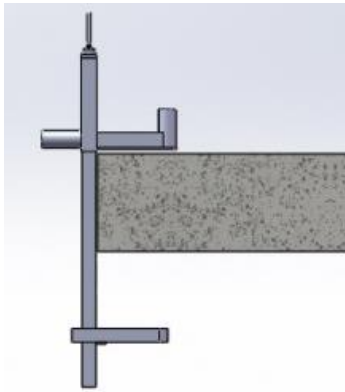
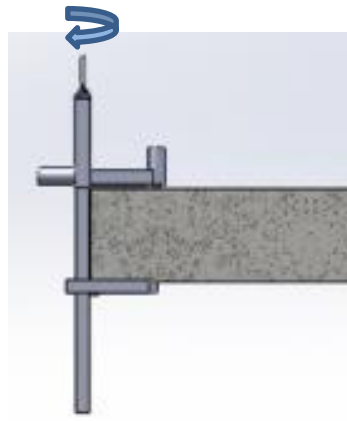

fig. 5
fig. 6
Montaggio (fig. 5 - 6 - 7 - 8)
- Utilizzando una piattaforma di lavoro in sicurezza, posizionare un primo montante accostandolo **il più vicino possibile** al bordo del manufatto (fig. 5 pag. 9); quindi, ruotare la maniglia (fig. 6 a pag. 9) in senso orario per consentire la presa della morsa alla soletta. Avvitare la maniglia fino ad assicurare il massimo serraggio (coppia di serraggio applicata nelle prove per certificazione: 30 Nm);